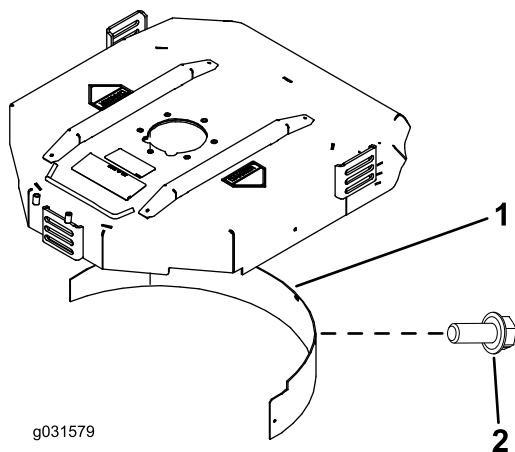

Figura 21
2. Instale el deflector de mulching en el hueco trasero y fíjelo con 5 pernos con arandela prensada (Figura 21).